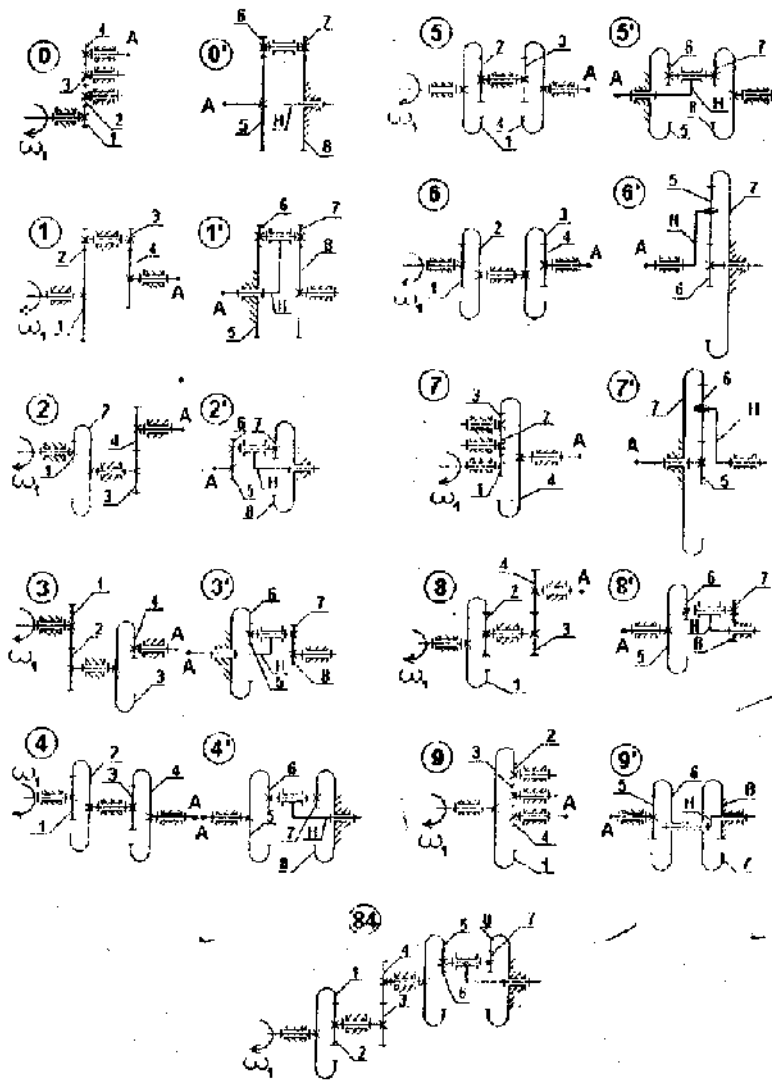

Рис. 3
Задача 1. Скласти зубчастий механізм, узявши одну його частину з рис. 3 (0-9), відповідно до передостанньої цифри номера студентського квитка, а другу — з рис. 3 (0'-9') відповідно до останньої цифри номера, і жорстко з'єднати їх у точці А. На рис. 3 (84) показано приклад утворення зубчастого механізму, який відповідає номеру білета, що закінчується на цифру 84. За заданим числом зубців Z та модулем m (див. таблицю) аналітично і графічно визначити значення передатного числа та кутові швидкості кожної ланки механізму. Прийняти $\omega_1 = 100 \text{ с}^{-1}$.
Задача 2. Визначити зведений до ланки 1 (див. рис. 3) момент інерції зубчастого механізму із задачі 1, взявши момент інерції J_i ланок, момент інерції водила J_v та масу сателітів m_s з таблиці.